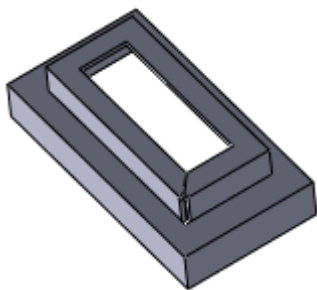

图 7-69 生成切口特征
(3) 在属性管理器中的切口缝隙输入框中, 键入数值: 1。单击“改变方向”按钮, 可以改变切口的方向, 每单击一次, 切口方向切换到一个方向, 接着是另外一个方向, 然后返回到两个方向。单击“确定”按钮, 结果如图 7-69 所示。